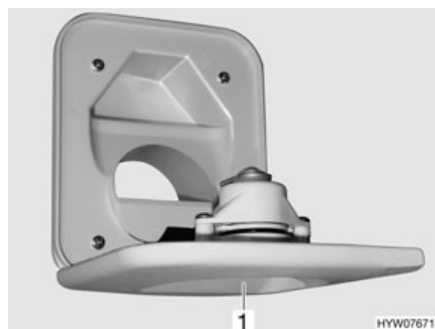

Fig. 248 Bec de remplissage d'eau fraîche pour les toilettes
- Ouvrir le bec de remplissage d'eau fraîche pour les toilettes (Fig. 248,1) au-dessus du portillon de la cassette Thetford et le faire pivoter vers le bas.